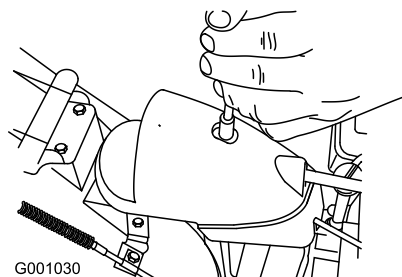

Рисунок 49
1. Снимите крепежные детали на крышке редуктора (Рисунок 49), поднимите переднюю часть крышки и сдвиньте ее дальше назад.